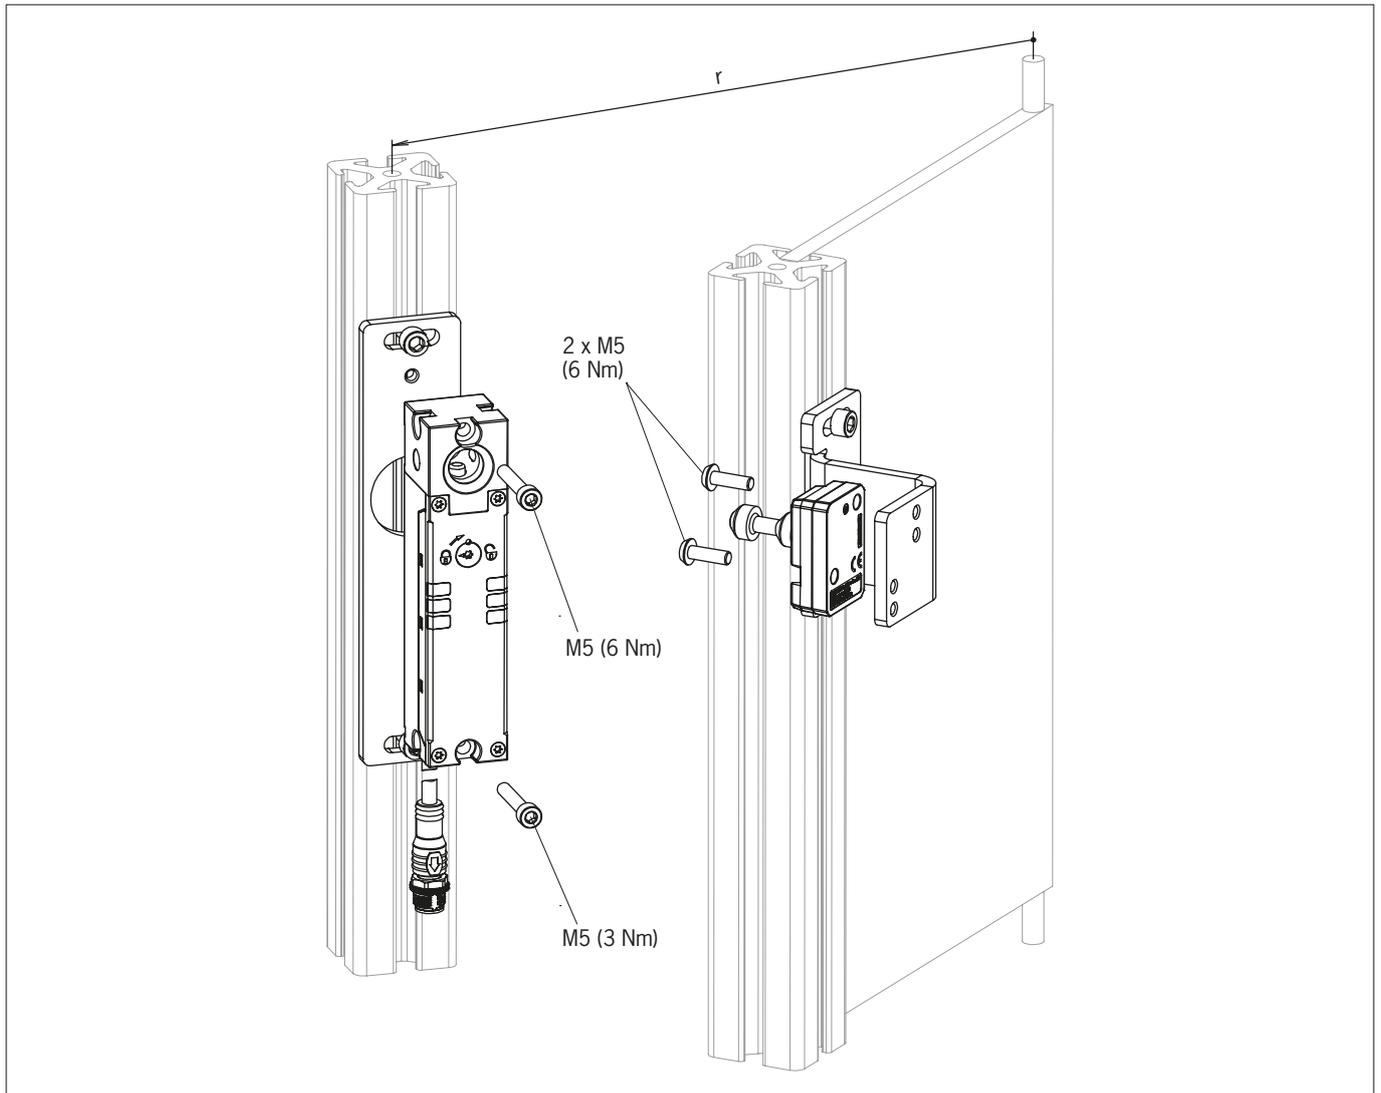

図 3: 設置例
- ▶ スイッチとアクチュエーターの取り付けのための締付トルクを順守してください (図 3 を参照)。